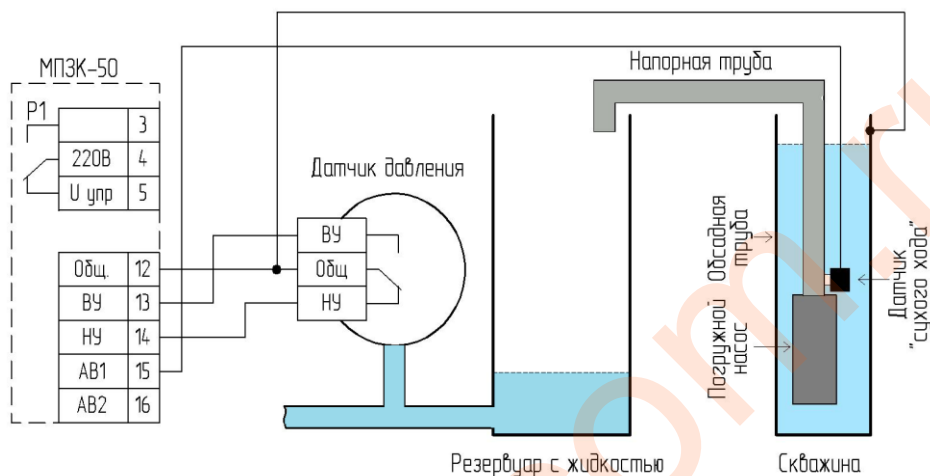

Рис.4 Включение электродвигателя в режиме работы «датчик давления»
1) при снижении уровня жидкости в резервуаре, давление на датчик уменьшается, достигнув значения нижней уставки («НУ»), происходит автоматическое включение электродвигателя насоса для подачи жидкости в резервуар (см. Рис.4).
Важно! Для исключения ложных включений и отключений насосного агрегата датчик давления должен устанавливаться на трубопроводе, который подключен к резервуару со стороны потребителя (см. рис. 4, 5)